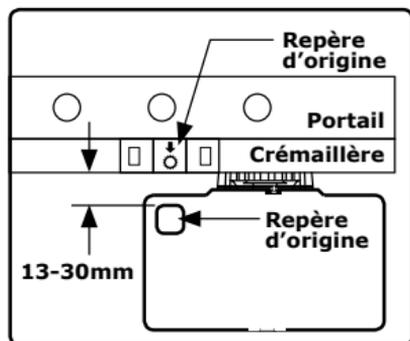

FIGURE 1
- Assurez-vous que le capteur est aussi proche que possible de l'aimant de l'origine - idéalement l'écart devrait être d'environ 13mm. Reportez-vous à la figure 1, page 2
- Déplacez le repère près du capteur d'origine. Reférez-vous à la figure 1, page 2